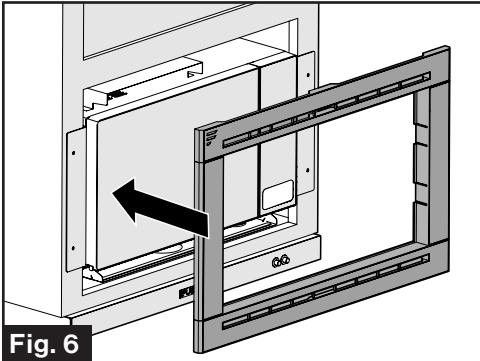
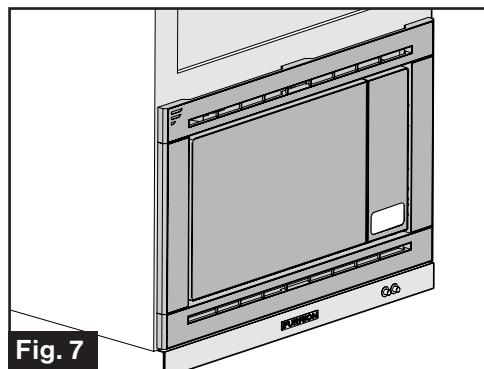

Fig. 6
Fig. 7
- Installez la trousse de garniture montée sur le four à micro-ondes et pressez pour la verrouiller en place. (Fig. 6 et Fig. 7)